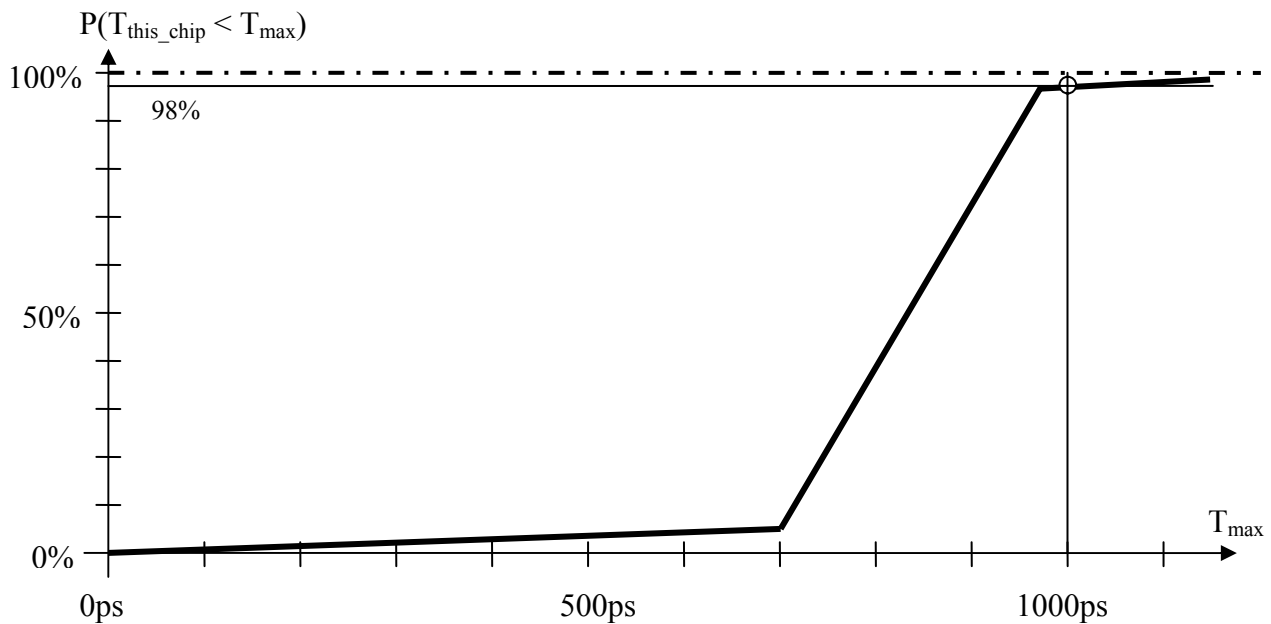

Abbildung 2.1
Gegeben sei ein CPU-Chip, der nominal bei 5V Versorgungsspannung, 20°C Umgebungstemperatur und 1GHz arbeitet und dabei eine Die-Temperatur von 80°C erreicht. Abbildung 2.1 zeigt eine Näherung für die (kumulative) statistische Verteilung des Delays im kritischen Pfad, wie sie vom Hersteller ermittelt wurde. Wie man erkennt, ist das Design so ausgelegt, dass trotz der fertigungsbedingten Variationen 98% der gefertigten Chips funktionieren. Bei den restlichen 2% seien die Delays im kritischen Pfad (inklusive Setup/hold time) größer als die Periodendauer von 1000ps, sodass Probleme beim Timing auftreten. Diese Chips wurden beim Test ausgeschieden.
- Würde man den Chip um 25% höher takten – wie groß wäre dann der zulässige Delay? Wie hoch wäre damit nach Abbildung 2.1 der Prozentsatz der auszuschneidenden Chips?